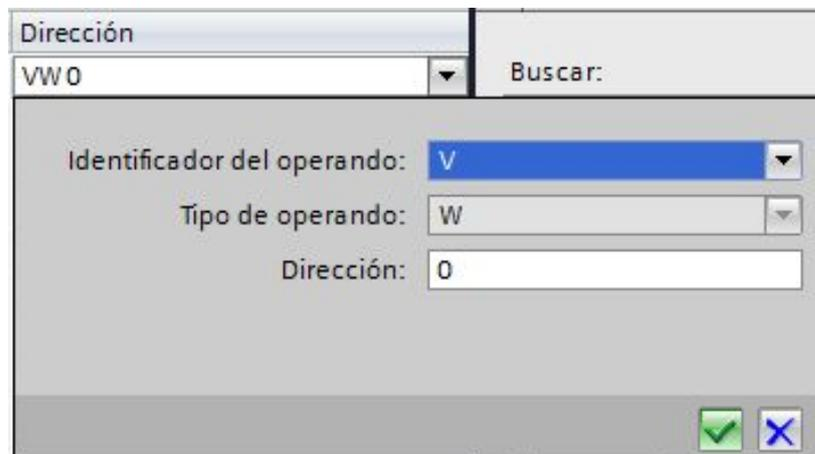

FIGURA 131: Selección de dirección de la variable.
- Dar clic en dirección y en el indicador del operando seleccionar la V (FIGURA 131).